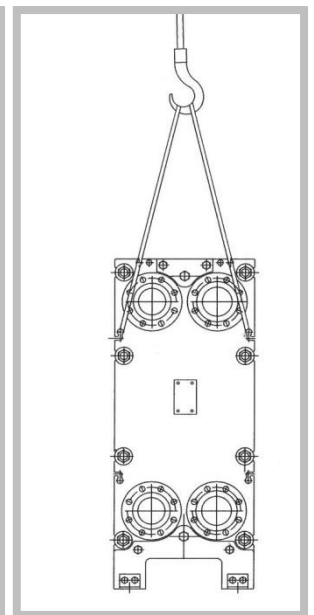

Figura 27
4. Abbassare l'SCP con cautela dai piedini dell'apparecchio (Figura 27).